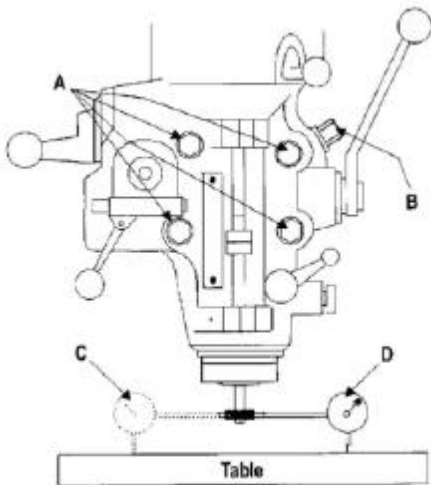

Рис. 21
5. Установите циферблатный индикатор в оправке и закрепите посредством сцепного бруса (см. рис. 21).
- c. Настройте циферблатный индикатор в оправке и закрепите посредством сцепного бруса (см. рис. 21).